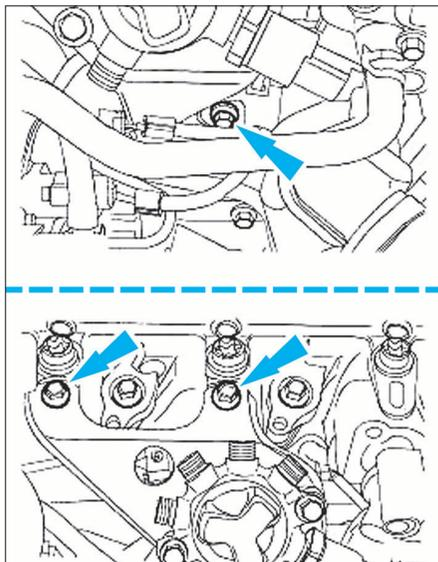

FIG. 37
- Desserrer les vis de fixation du support de rampe d'injection (Fig.37).